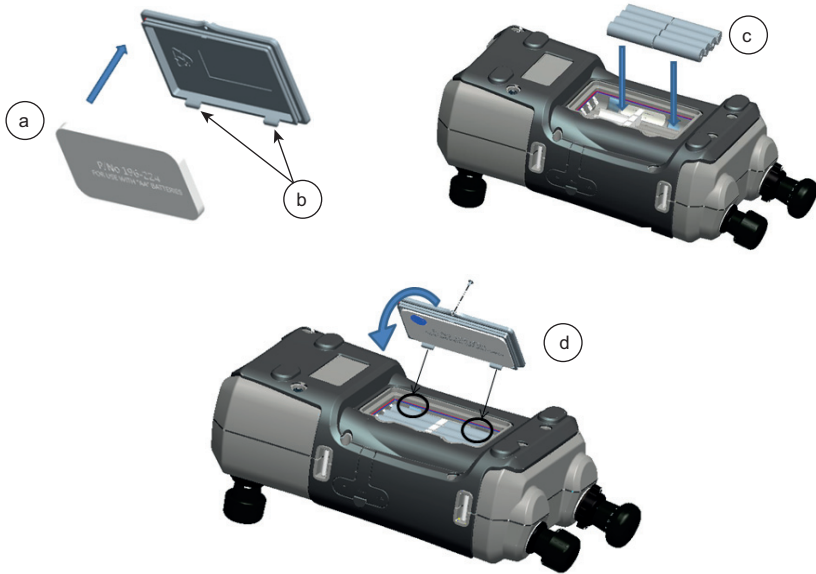

Figura 1-1: Inserción de las pilas de celdas secas
3. Vuelva a colocar la tapa presionando las pestañas (b) hacia el interior de las ranuras (d) y bájela apretando el tornillo de fijación. (Consulte la Figura 1-1).